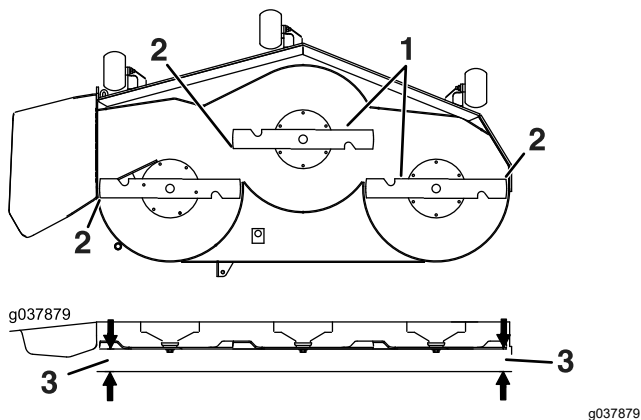

Figura 95
6. Mida entre la punta de la cuchilla y la superficie plana (Figura 95). Si ambas mediciones no están dentro de los 5 mm (3/16"), ajuste la nivelación; siga con este procedimiento.
13. Gire cuidadosamente las cuchillas colocándolas perpendicularmente al sentido de avance de la máquina (Figura 95).